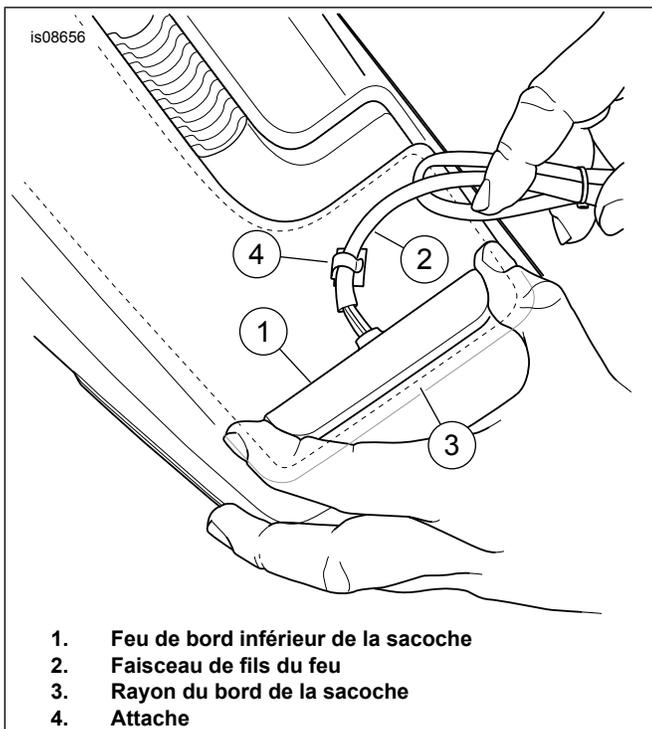

Figure 1. Installer le feu de bord inférieur de la sacoche
5. Voir Figure 1. Avec le support adhésif toujours en place, faire un test d'ajustement du feu de bord :
- a. Aligner le feu de bord inférieur de la sacoche (1) avec le bord du rayon (3) au bas de la sacoche.
10. Voir Figure 1. Attacher le faisceau de fils (2) près du feu de bord à l'aide d'une attache de retenue (4).